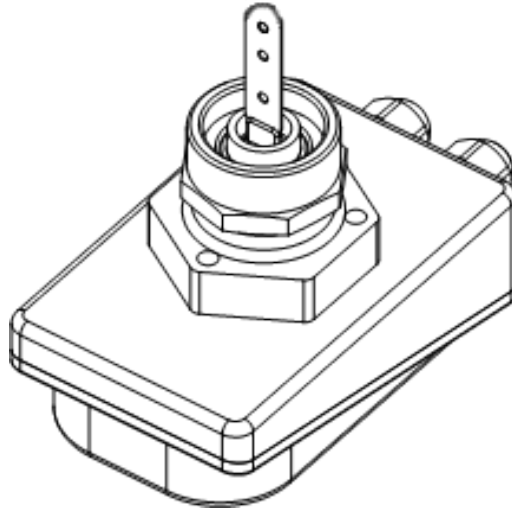

Рисунок 10 – Сигнализатор с установленной футоркой
6.10.4 Перед установкой лопатки установите на сигнализатор футорку G1¹/₄ - G³/₄ (рис.10).
6.11.4 Перед установкой лопатки установите на сигнализатор футорку G1¹/₄ - G³/₄ (рис.10).